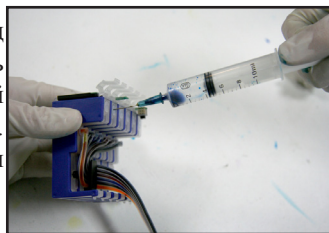

рис. 24
5. С помощью шприца с медицинской иглой проткните силиконовую заглушку в верхней части картриджа и вытяните воздух до тех пор пока в шприц не попадут чернила (рис. 24)